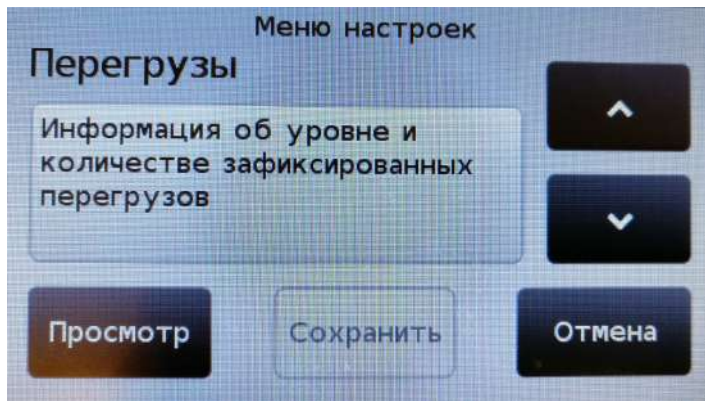

Рис. 8.6.1. Просмотр информации о перегрузках весов.
8.6.1. Войдите в меню установки режимов работы (см. п. 8.1.1, стр. 8) и кнопками «**^**» и «**v**», выберите пункт «**Перегрузы**» (см. рис. 8.6.1) и нажмите на кнопку «**Просмотр**».